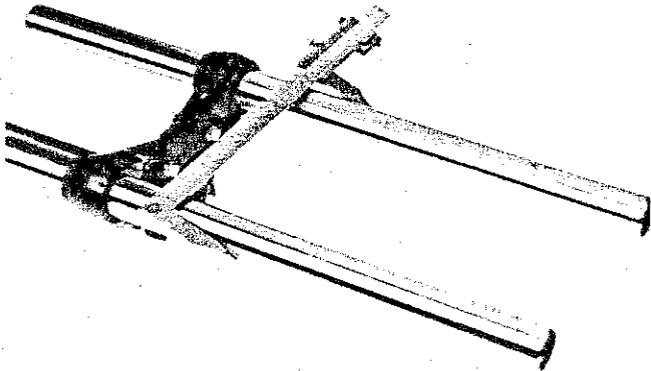

Fig. 213
1) Controllo della base di sterzo da effettuarsi dopo aver accertato la rettilineità degli steli: servendosi di un lungo calibro a corsoio (Fig. 213), misurare la distanza da uno stelo all'altro con gli steli montati e serrati sulla base di sterzo. La massima differenza fra le varie misure effettuate per esempio alle estremità e a 1/4, 1/2, 3/4 della lunghezza dello stelo deve essere di mm 0,1.
with a vernier caliper measure the distance between the stanchions (Fig. 213) (with the stanchions fitted and clamped to the yoke). Carry out measurement at both ends of the stanchions and then at 1/4, 1/2 and 3/4 of the stanchion length. The max difference among the values thus obtained should not exceed 0.1 mm.